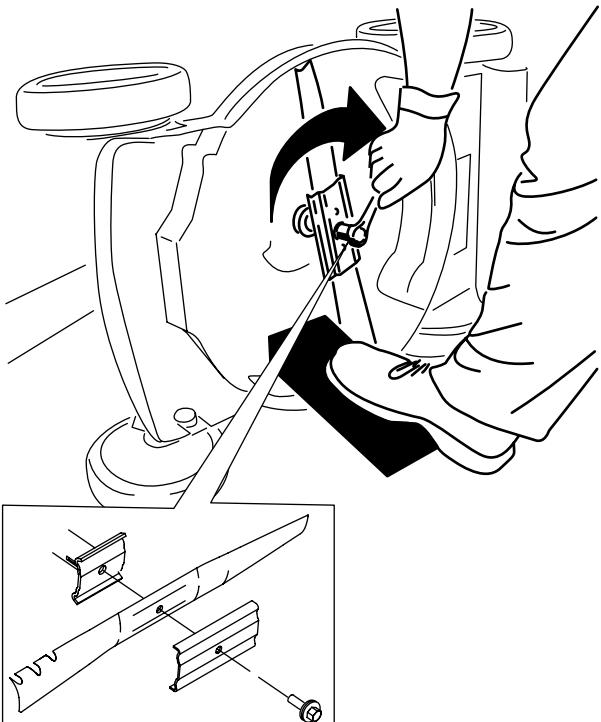

Figura 26
5. Instale lâmina nova e todo o equipamento de montagem (Figura 26).